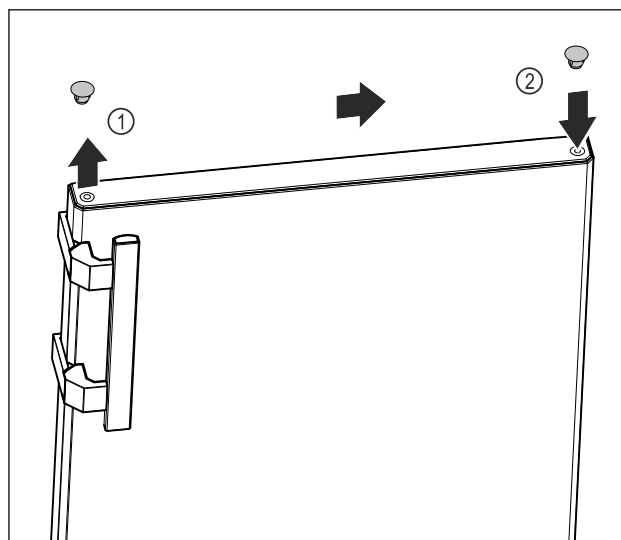

Fig. 18
- Pomocí plochého šroubováku opatrně zvedněte krycí zátku na horní straně dvířek Fig. 18 (1).
- Zasuňte krycí zátku na opačné straně. Fig. 18 (2)